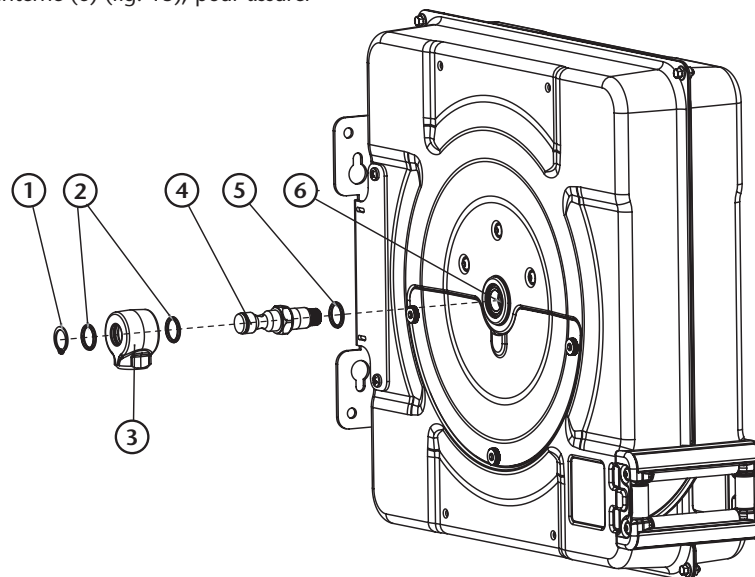

Fig. 13
2. Retirez le circlip (1) (fig. 13) de l'arbre et retirez la rotule (3) (fig. 13).
5. Une fois l'arbre retiré, vous aurez accès au joint intérieur (5) (fig. 13). Remplacez-la si nécessaire. Ce joint est présent sur tous les modèles de moulinet, sur la partie rotative interne (6) (fig. 13), pour assurer l'étanchéité de l'arbre.
6. Insérez soigneusement le nouvel arbre sur la partie rotative interne (6) (fig. 13), à travers le joint (5) (fig. 13). Veillez à ne pas endommager le joint avec le filetage de l'arbre. Il est recommandé de nettoyer les filets et d'utiliser un frein-filet de force moyenne sur ce joint fileté. Pour serrer l'arbre, resserrez-le à l'aide de la clé Allen utilisée précédemment, en veillant à ne pas transmettre la force aux autres composants du moulinet dans la mesure du possible.
8. Enfin, remettez le circlip (1) (fig. 13) sur l'arbre et retirez la clé Allen (1) (fig. 8).